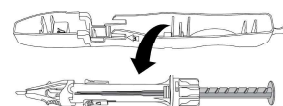

図5 挿入器の取り出し
⑤ ケースから挿入器を取り出す(図 5)。取り出し後は直ちに⑥に進むこと。